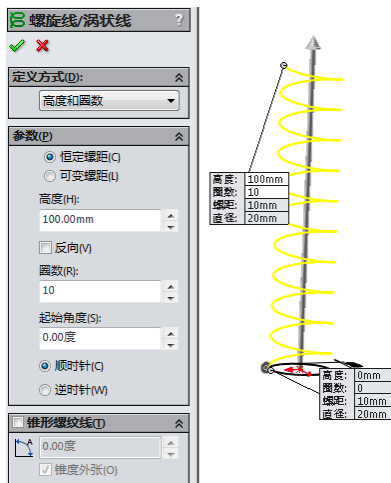

图 7-105 设置螺旋线参数
**03** 绘制螺旋线。在菜单栏中选择“插入”→“曲线”→“螺旋线/涡状线”，或者单击“特征”工具栏中的“螺旋线/涡状线”图标按钮, 在“螺旋线/涡状线”属性管理器中设置定义方式为：高度和圈数；高度为 100mm，圈数为 10；起始角度为：0 度，其他选项如图 7-105 所示。单击“确定”图标按钮, 从而生成螺旋线。